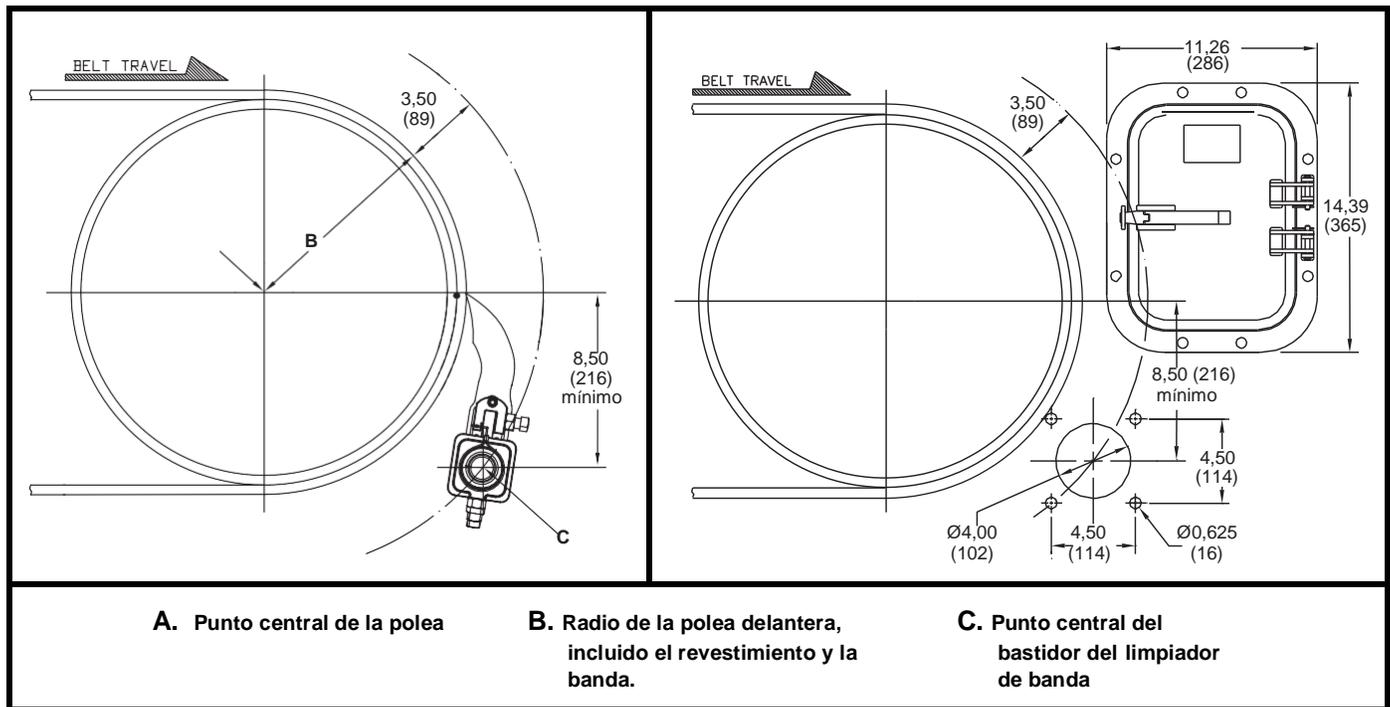

Figura 2. Posición del bastidor del limpiador de banda & recortes de la pared del chute
1. En el lado del operador del chute, encuentre el punto central de la pulea (A).
2. Mida el radio de la pulea principal, incluido el revestimiento y el espesor de la banda (B). A esta medida, agregue 3,50 in. (89 mm).
3. Partiendo del punto central (A), mida la distancia total calculada en el paso 2 ($B + 3,50$) y dibuje un arco en la pared del chute.
4. Mida hacia abajo desde la línea central horizontal de la pulea la distancia que se muestra en la Figura 2 y dibuje una línea horizontal paralela a ella. Ubique el punto central del bastidor del limpiador de banda (C) donde esta línea cruza el arco en la pared del chute.